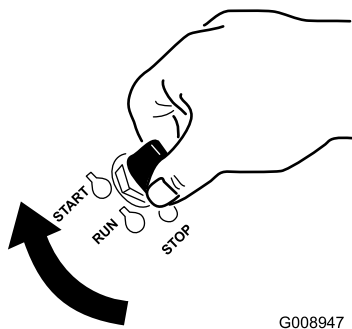

Figura 16
1. Girate la chiave di accensione in posizione AVVIO (Figura 16).